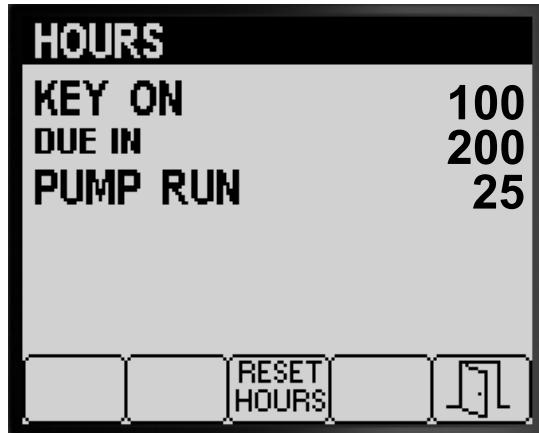

Рисунок 81
- Используйте информацию по счетчику (Рисунок 81), отображенную на этом экране, чтобы определить следующее:
- Для сброса информации на всех счетчиках часов наработки нажмите кнопку 3 (Рисунок 81).
- Нажмите кнопку 5, чтобы выйти из экрана Hours (Часы НАРАБОТКИ) и вернуться на экран SERVICE (Обслуживание) (Рисунок 81).